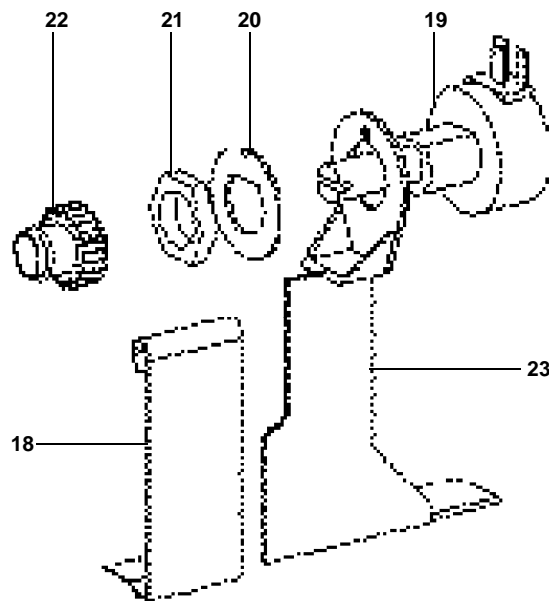

Fig. 12
- Sätt in kompensatorn (19) i ställdonets för-gjutna fäste (23).
- Byt ut lägesbrickan (20) och säkra muttern (21) ordentligt.
- Sätt kugghjuls kit (22) på kompensatorn och säkerställ att kugghjulet är inkopplat i brytarplattans tänder
- För in fjädern (18) in i överdelens fäste, vilket visas i Fig. 12.